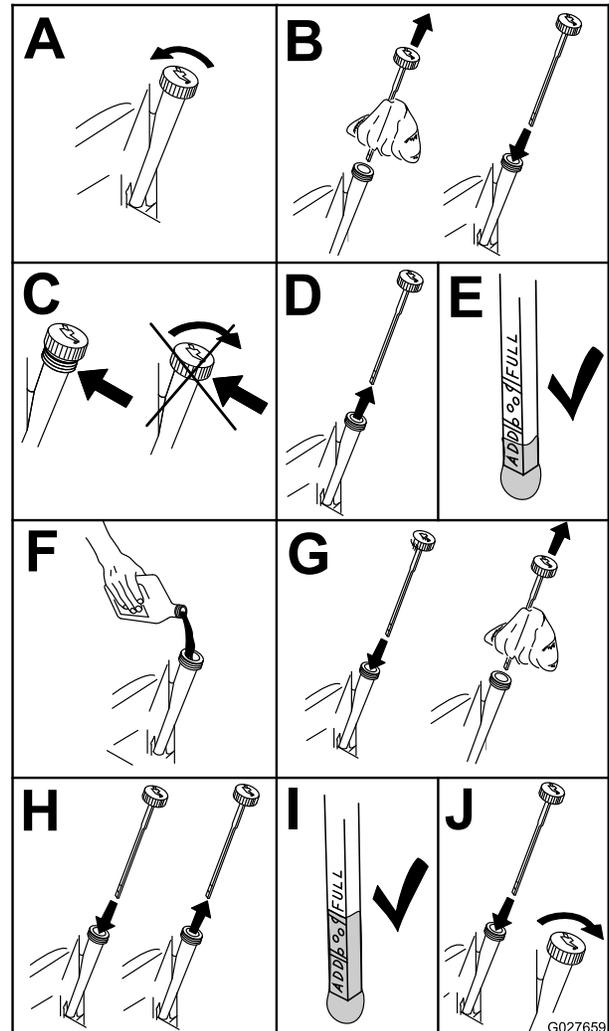

Bild 52
2. Stellen Sie vor dem Verlassen des Fahrersitzes den Motor ab, ziehen den Schlüssel ab und warten, bis alle beweglichen Teile zum Stillstand gekommen sind (Bild 52).